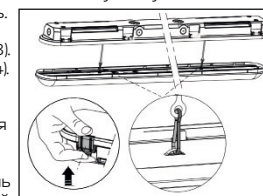

Рис. 3
- После того, как все клипсы будут отщелкнуты, плавно опустите оптический модуль. Модуль повиснет на страховочных тросиках (рис. 3).